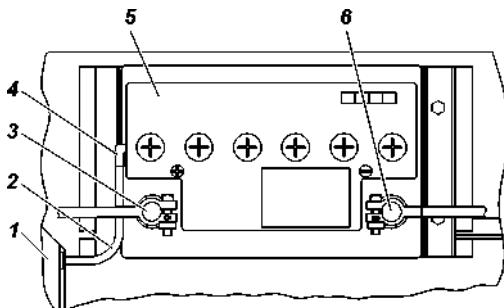

Рис. 9.37. Аккумуляторная батарея автомобилей УАЗ-220695, УАЗ-396295:
Батарея установлена в кабине с левой стороны за брызговиком колеса. На автомобилях УАЗ-220695, УАЗ-396295 применяется аккумуляторная батарея с вентиляционной трубкой. Трубка 2 (рис. 9.37) выведена за пределы салона автомобиля в подкапотное пространство. Если при нормальной эксплуатации автомобиля батарея постепенно разряжается или чрезмерно заряжается генератором и электролит начинает "кипеть", то необходимо проверить работу генератора.
1. Отсоедините трубку 2 (рис. 9.37) от аккумуляторной батареи 5;